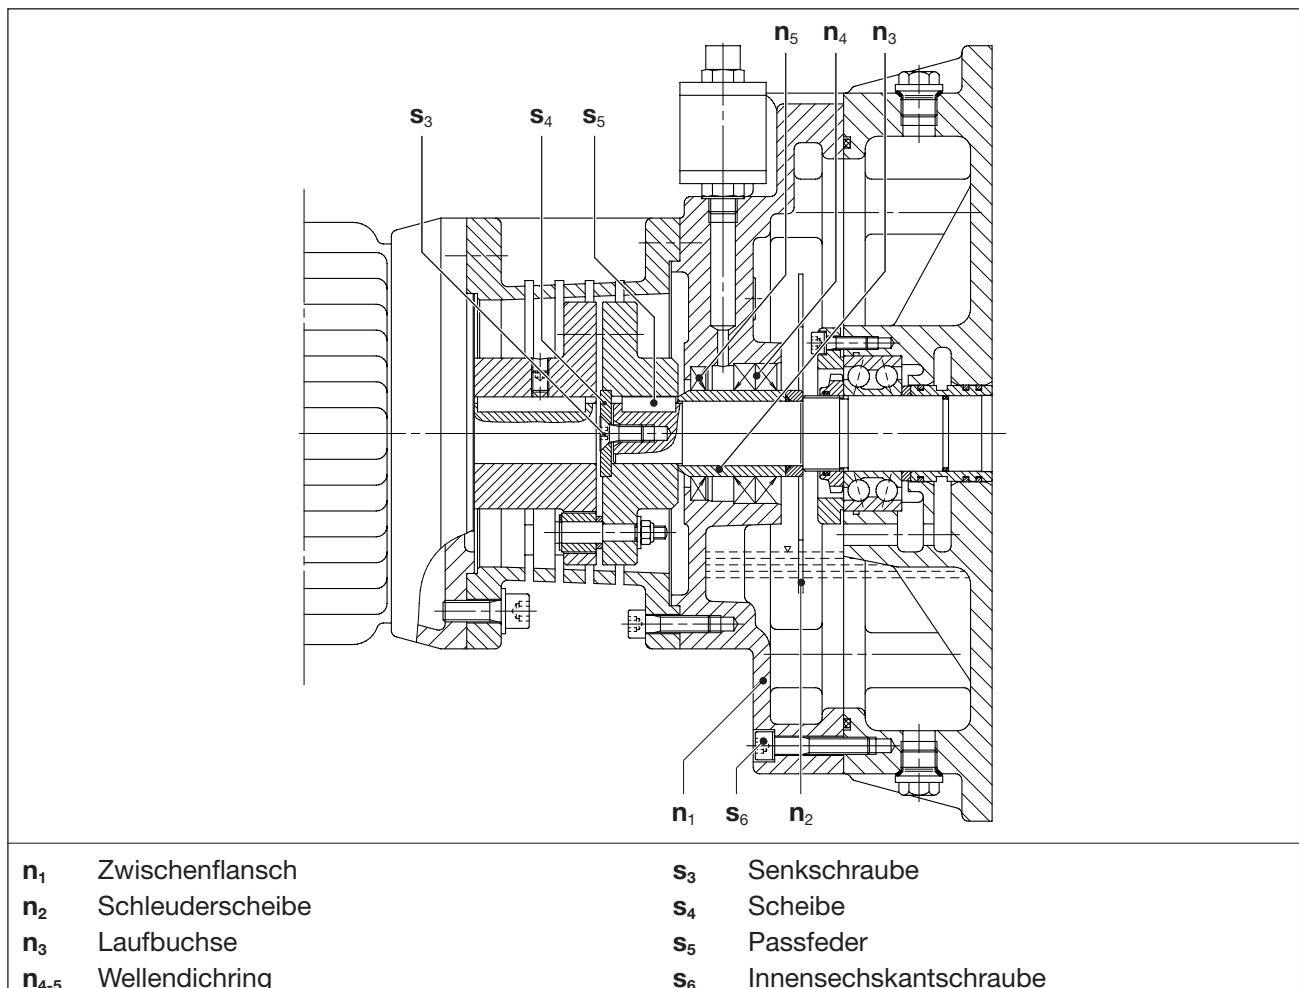

Abb. 11 Wellendichtringe und Laufbuchse VWP 500 - 1500
- f) Senkschraube (Abb. 11/s₂) lösen und mit der Scheibe (Abb. 11/s₃) entfernen.
- h) Passfeder (Abb. 11/s₅) entfernen.
- j) Innensechskantschrauben (Abb. 11/s₆) lösen und Zwischenflansch (Abb. 11/n₁) im Bereich der Passstifte abhebeln. Dabei muss die Schleuderscheibe (Abb. 11/n₂) mit ihren eingestanzten Öffnungen vertikal stehen, da sonst der Zwischenflansch nicht abgezogen werden kann.
- k) Die Laufbuchse (Abb. 11/n₃) vom Drehkolben abnehmen.
- l) Die Wellendichtringe (Abb. 11/n₄ und n₅) von der Antriebsseite her mit einem Austreibdorn aus dem Zwischenflansch (Abb. 11/n₁) her austreiben.
- m) Neue Wellendichtringe (Abb. 11/n₄ und n₅) einsetzen.
- n) Neue Laufbuchse (Abb. 11/n₃) auf den Drehkolben aufschieben.
- o) Zwischenflansch (Abb. 11/n₁) wieder anbringen und mit den Innensechskantschrauben (Abb. 11/s₆) befestigen. Anzugsmoment: VWP 500 = 14 Nm, VWP 1000-1500 = 24 Nm
- q) Passfeder (Abb. 11/s₅) einsetzen.
- g) Passfeder (Abb. 11/s₅) entfernen.